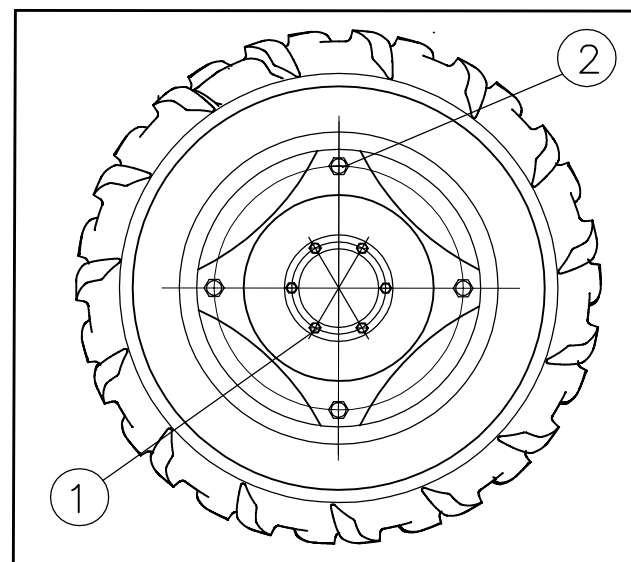

Fig. 4-22
- 1 Propisani obrtni moment za navrtke točkova Fig. 4-22: 17 daNm
- 2 Zatezanje na diskovima 215 da Nm Fig 4-22